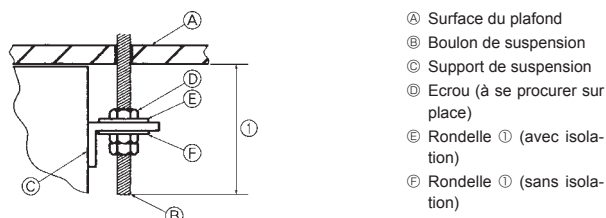

Fig. 3-5
4) Préparation de l'appareil intérieur (Fig. 3-5)